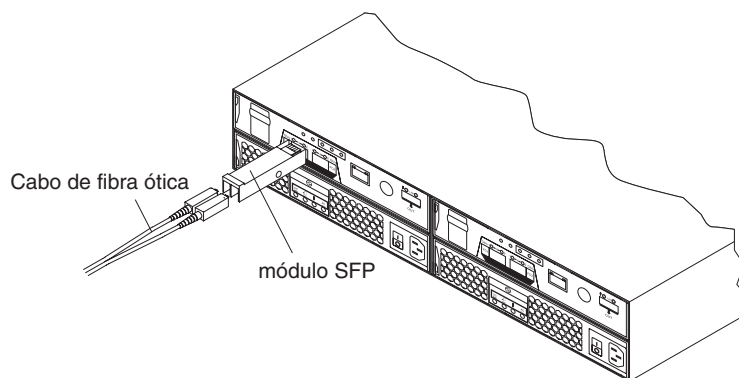

Figura 58. Instalando um Módulo SFP na Porta do Host
- d. Insira o módulo SFP na porta do host até que se encaixe no lugar. Consulte Figura 58.